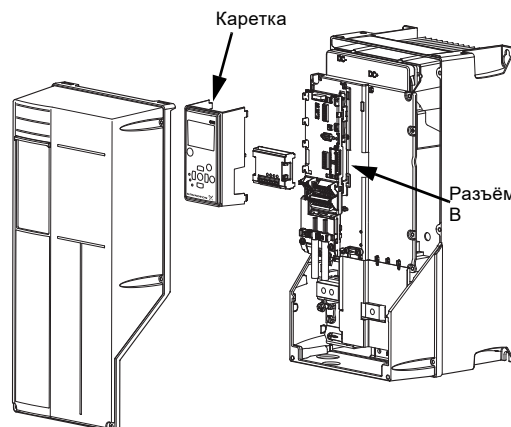

Рис. 172 Корпусы В2, С1
2. Снимите панель управления и каретку с преобразователя частоты СUE. См. рис. 172.
4. Подключите сигнальные кабели и закрепите их с помощью прилагаемых кабельных стяжек. См. рис. 172.